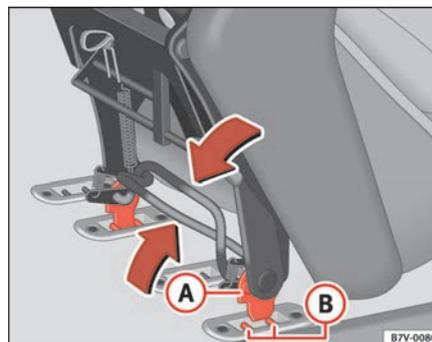

Fig. 93 Montaggio del sedile: staffa e perno di arresto
- Inserire il telaio del sedile ⇒ pag. 137, fig. 93 **A** tra i perni di fissaggio **B** posti negli ancoraggi del pavimento e liberare le staffe.